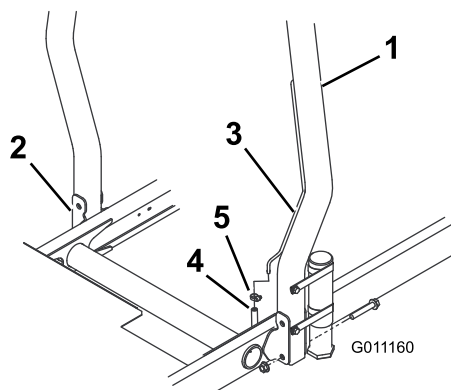

Bild 12
1. Senken Sie den Überrollbügel auf die Befestigungshalterungen der Zugmaschine ab und fluchten Sie die Befestigungslöcher aus. Achten Sie darauf, dass das Entlüftungsrohr am Überrollbügel an der linken Seite der Maschine ist (Bild 12).
- Befestigen Sie jede Seite des Überrollbügels mit zwei Bundkopfschrauben und Sicherungsmuttern an den Befestigungshalterungen (Bild 12). Ziehen Sie die Befestigungen auf 81 N-m an.